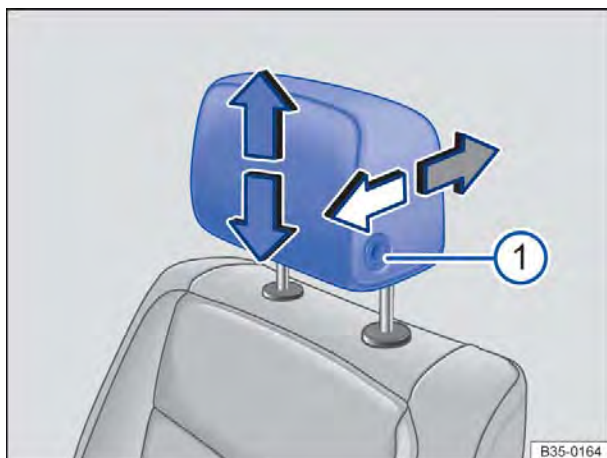
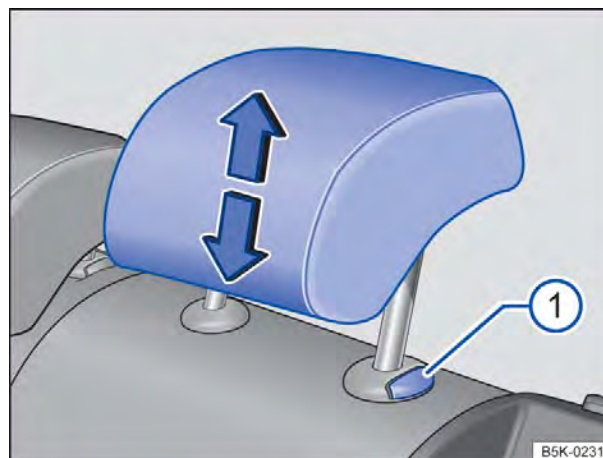

Fig. 43 Ajustar o apoio para cabeça dianteiro.
Fig. 44 Ajustar o apoio para cabeça traseiro.
- Empurrar o apoio para cabeça para cima no sentido da seta ou, com o botão  $\Rightarrow$ Fig. 43  ou $\Rightarrow$ Fig. 44  pressionado, empurrar para baixo $\Rightarrow$ .
- Empurrar o apoio para cabeça para frente na direção da seta ou para trás com o botão  $\Rightarrow$ Fig. 43  pressionado.